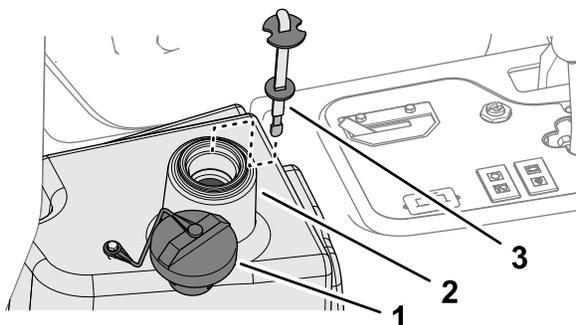

Figure 95
4. Versez environ 22,7 litres de liquide hydraulique dans le réservoir (Figure 95) ; voir Liquides hydrauliques spécifiés \(page 65\).